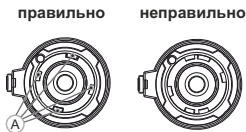

Рис. 5
- Убедитесь в том, что выступы (А) окуляра насадки находятся над нижними выступами (рис. 5).